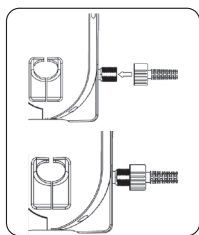

FIGURA 8.2
2. Atornille la boquilla de la manguera en la conexión de salida de la hidrolavadora (Figura 8.2); Apriete firmemente el conector manualmente, no utilice llave para no averiar el conector.